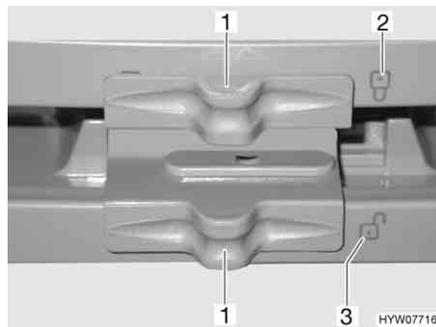

Bild 195 Verriegelung der Kühlschranktür/Frosterfachtür (Dometic 7er-Reihe mit separatem Frosterfach)
- Verriegelung (Bild 195,1) zur Seite schieben, so dass das offene Schloss "☞" (Bild 195,3) sichtbar ist.
- Verriegelung (Bild 195,1) zur Seite schieben, so dass das geschlossene Schloss "☛" (Bild 195,2) sichtbar ist.